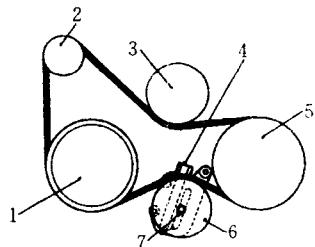

图 32 发电机和空调压缩机传动带——3000GT 和钻石车 3.0L (6G72)
②顶起车辆, 并稳固支撑, 取下前底罩板。
③松开张紧轮固定螺母, 通过转动调整螺栓使传动带松弛。
④取下传动带。
①将传动带安装在曲轴和发电机的带轮上。
②使用调节装置上的调整螺栓使传动带达到期望的松紧度 (图 32)。